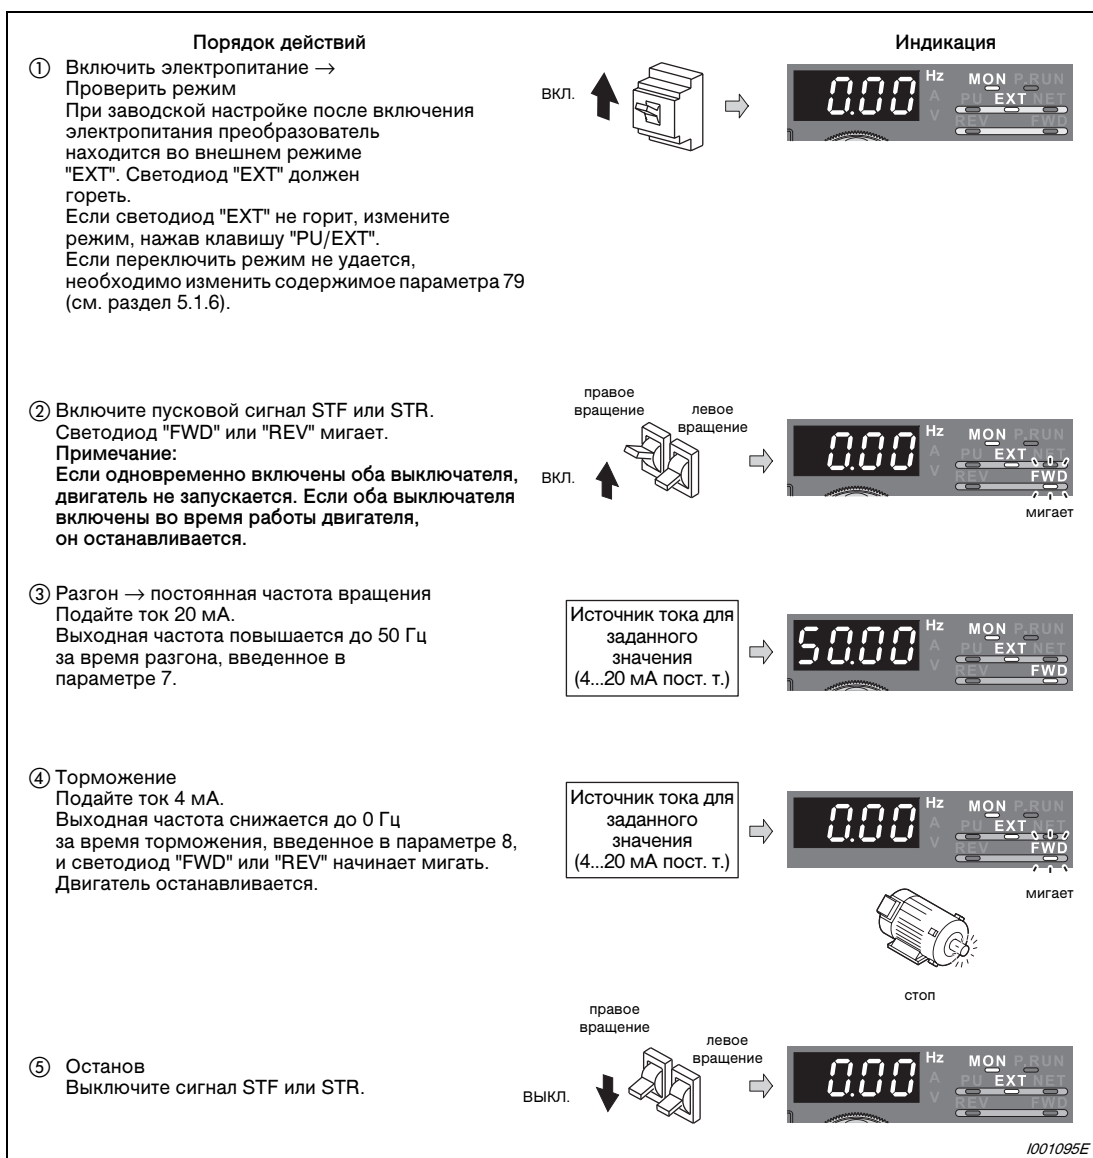

Рис. 5-35: Преобразователь частоты работает на основе заданного значения, подаваемого в виде аналогового токового сигнала
① Вращайте ручку цифрового набора, пока не появится "P.126" (пар. 126).
② Для просмотра текущего значения нажмите клавишу "SET". Появляется заводская настройка "50.00" (50,00 Гц).
③ Вращайте ручку цифрового набора, пока не появится "40.00" (40,00 Гц).
④ Для сохранения значения нажмите клавишу "SET".
⑤ Для вызова на дисплей выходной частоты нажмите два раза клавишу MODE.
⑥ Включите пусковой сигнал STF или STR и подайте ток 20 мА (см. рис. 5-35, действия с ② по ⑤).